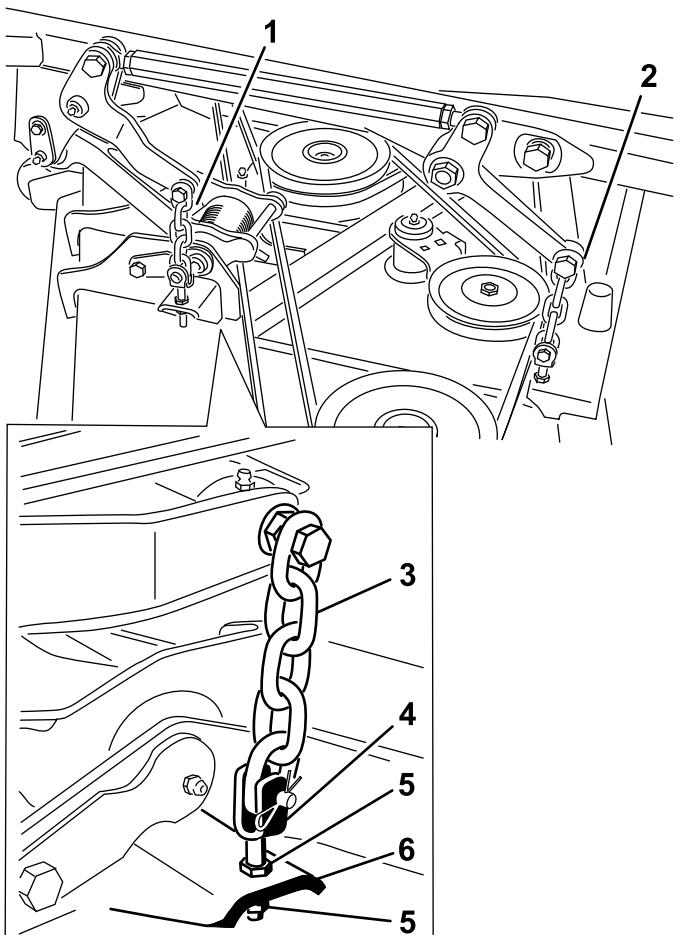

Figura 26
8. Ajuste las contratuercas que fijan las horquillas/cadenas de la unidad de corte al cortacésped hasta que la unidad de corte quede nivelada (Figura 26).